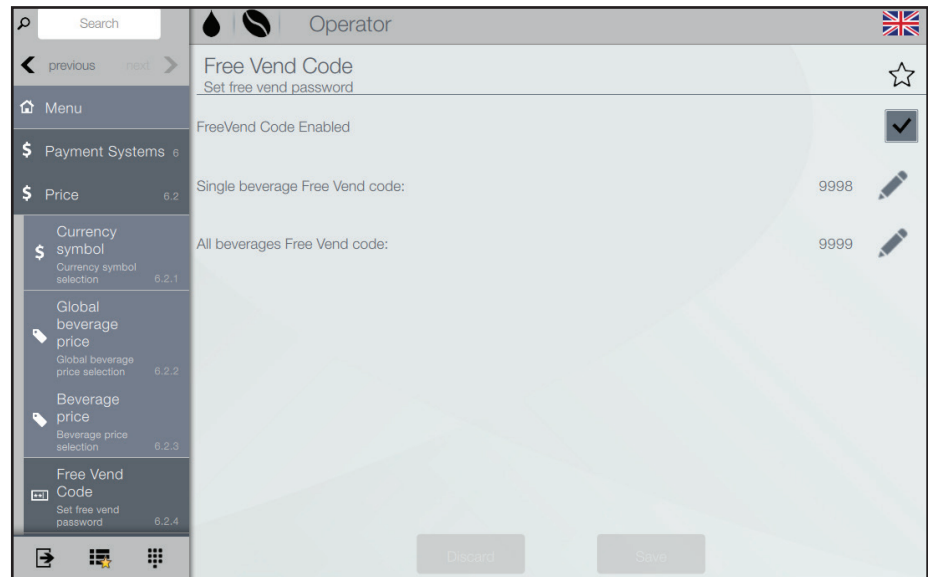

Fig. 7.1 - Kode for gratistilbud
- Aktiver/deaktiver/endre koden for gratistilbud (fig. 7.1)